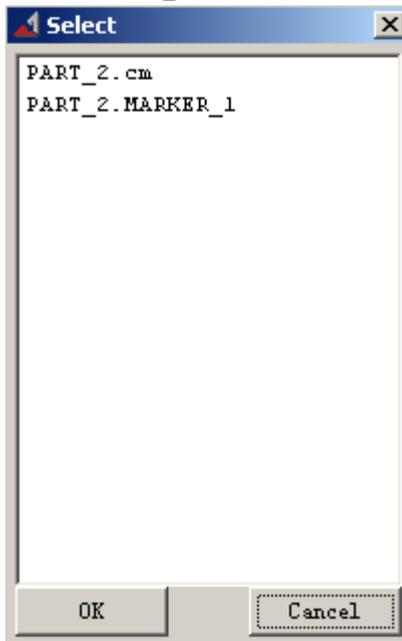
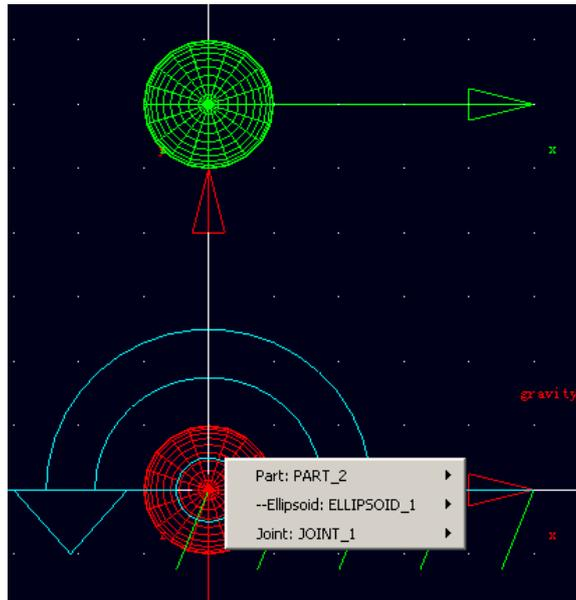

图 3-1 选择对话框
图 3-2 在球体 (PART_2) 上创建旋转副
3.2 在 **ADAMS/View** 约束库中选择旋转副 (**Joint: Revolute**) ，参数选择为 **“2 Bod-1 Loc”** 和 **“Normal To Grid”**，鼠标左键先点击原点出的球体 (**PART_2**)，再点击机架 (**ground**)，最后在球体中心点击鼠标右键，弹出 **Select** 对话框，如图 3-1 所表示，选择 **“PART_2.cm”**，然后点 **“OK”** 确定。在球体 (**PART_2**) 上成功创建旋转副 (**Joint: JOINT_1**)，如图 3-2 所示。